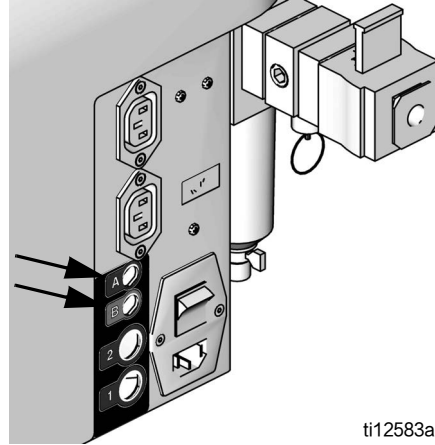

图 6: 料桶补料套件电源
2. 对于在 A 侧料桶上安装的料桶补料套件，请将料桶补料套件电源线插入机器背面的“**A**”连接器。参见图 6。
对于在 B 侧料桶上安装的料桶补料套件，请将料桶补料套件电源线插入机器背面的“**B**”连接器。参见图 6。